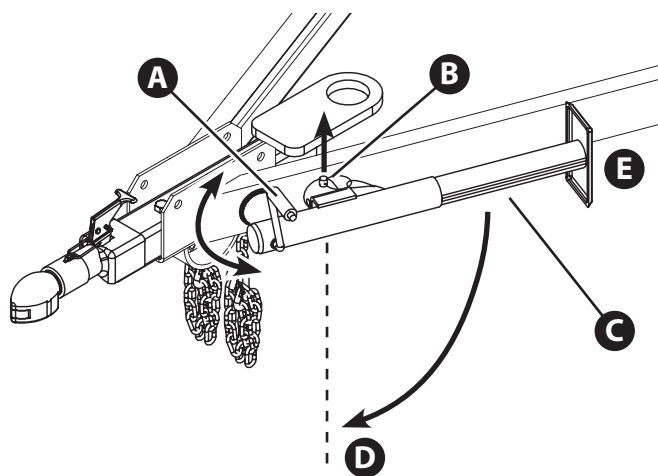

Figure 3.3
1. Pour soulever la flèche (ou étendre le vérin) tourner la poignée (A, Figure 3.3) dans le sens horaire.
2. Tirer la goupille pour démontage rapide du vérin de flèche (B, Figure 3.3) du trou de blocage de sorte que le vérin (C) puisse tourner.
- o Position support de remorque - vertical avec coussin de support vers le bas (D, Figure 3.3).
- o Position transport - horizontal avec coussin de support vers l'arrière (E).